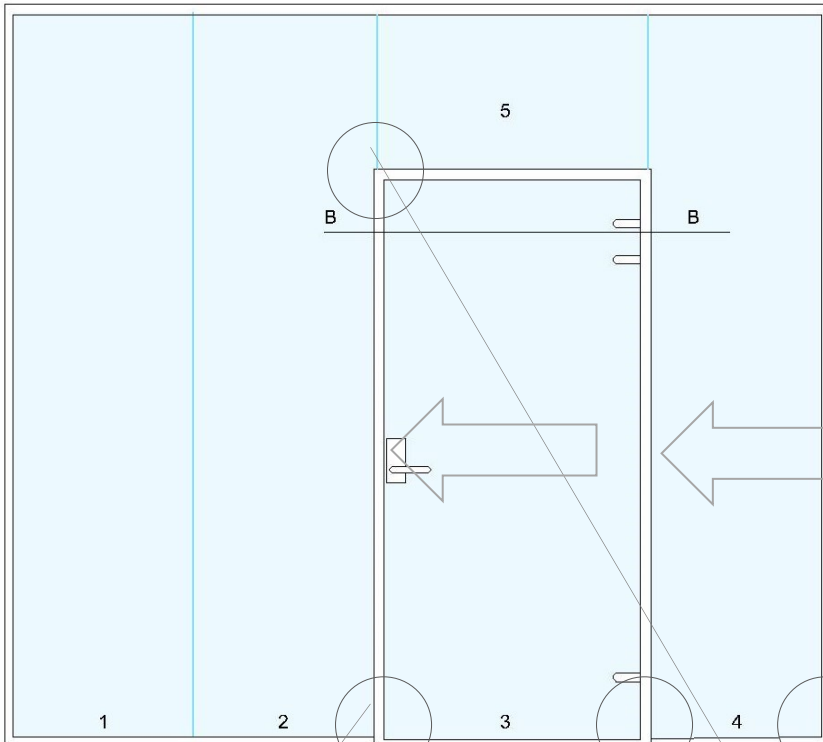
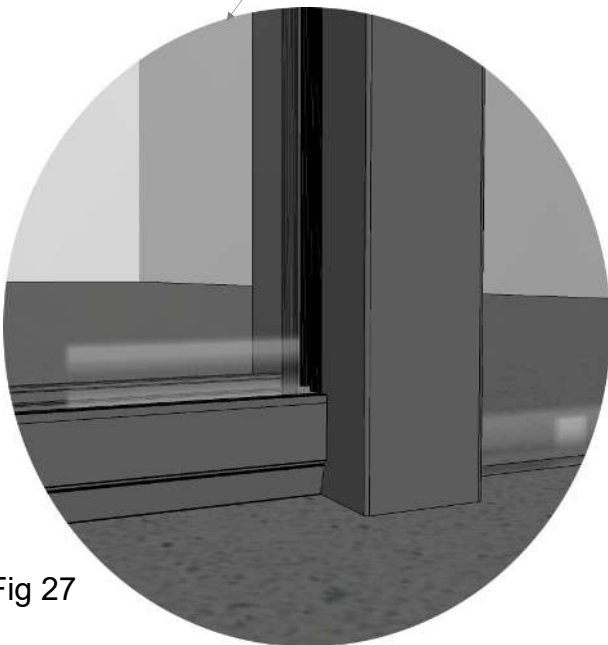

Fig 26
Fig 27
a. Ved montering av dørkarm, fig 26 skal glass på en side settes inn og deretter skal dørkarmen skyves inn slik at glass går inni spor i karmen, glass på motsatt side skyves inn i karmen og låses i vegg profil. Fig 27
- Ved montering av dørkasset , skal glass på en side settes inn og deretter skal dørkassetten skyves inn slik at glass går inni spor i karmen, glass på motsatt side skives inn i karmen og låses i vegg profil. Fig 27